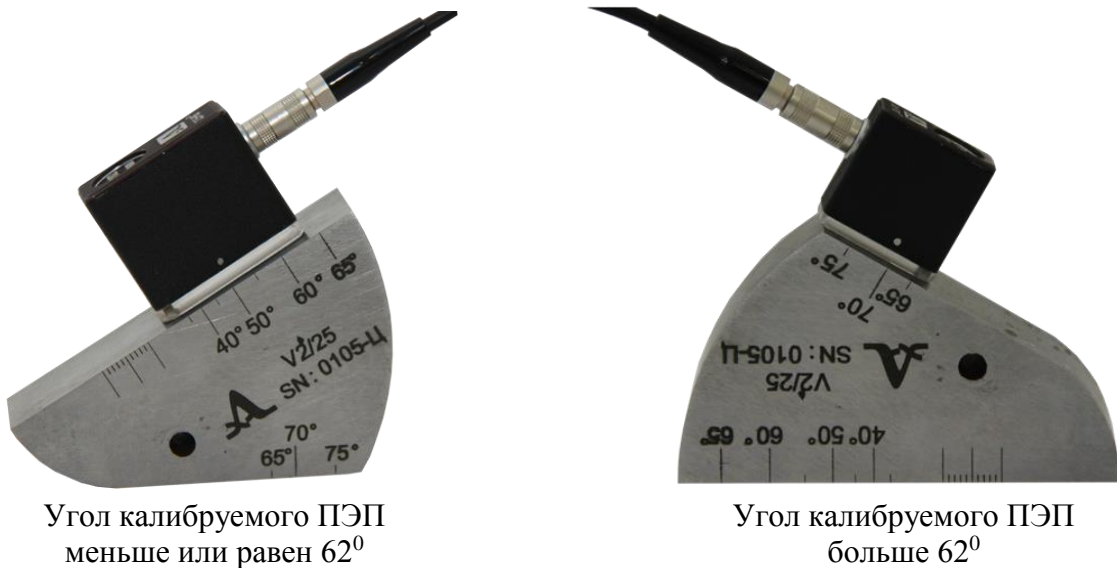
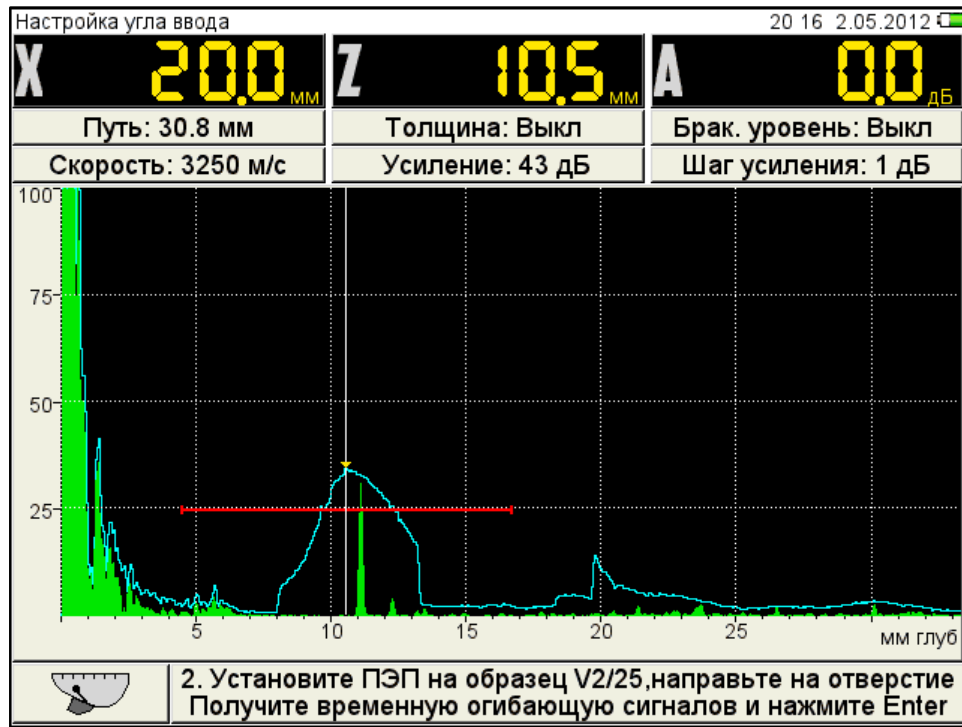

Рисунок 29
Рисунок 30
– просканировать отверстие в образце (рисунок 29), получить временную огибающую сигналов (рисунок 30) и нажать клавишу  ;